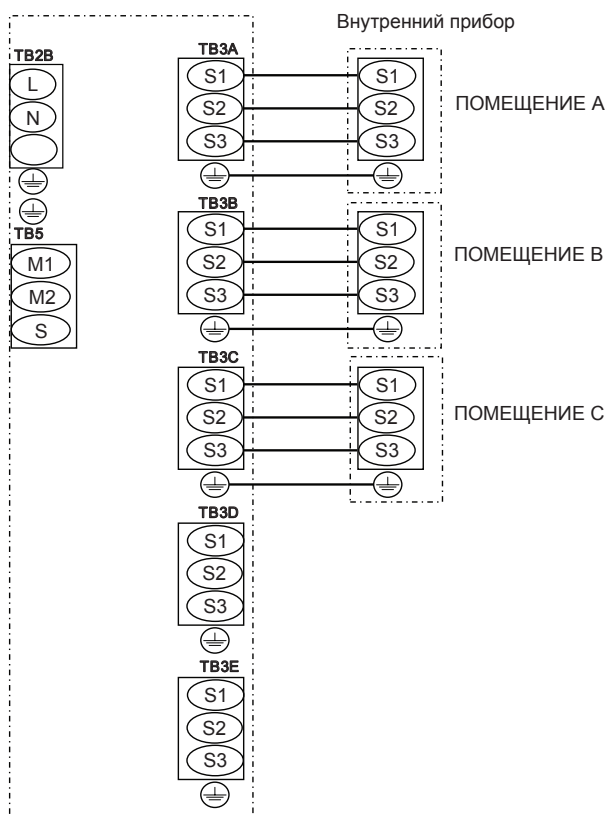

Fig. 8-9
8.2. Порядок монтажа наружной проводки (Fig. 8-8, Fig 8-9)